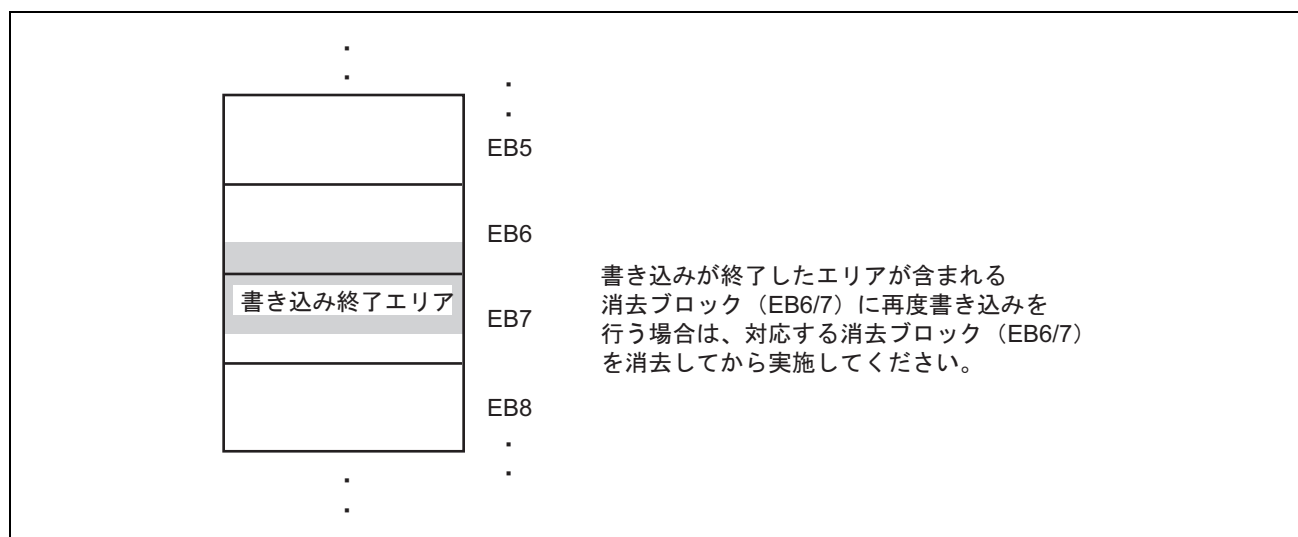

図 22.9 書き込みが終了したエリアが含まれる消去ブロック例
4. 「書き込み準備通知」を受信すると、書き込みデータ待ち状態に遷移します。書き込みコマンド送信後、書き込み先の先頭アドレス、書き込みデータを送信してください。書き込み終了後、書き込み先の先頭アドレスをH'FFFFFFFに設定して送信してください。これにより書き込みデータ待ち状態から、書き込み/消去コマンド待ち状態に戻ります。いったん、書き込み終了コマンドを発行した、書き込み終了エリアが含まれる消去ブロック内に、再度書き込みを行う場合、対応する消去ブロックを消去してから実施してください。図22.9に書き込みが終了したエリアが含まれる消去ブロックの例を示します。「消去準備通知」を受信すると、消去ブロックデータ待ち状態に遷移します。消去コマンド送信後、消去ブロック番号を送信してください。消去終了後、消去ブロック番号をH'FFに設定して送信してください。これにより消去ブロックデータ待ち状態から、書き込み/消去コマンド待ち状態に戻ります。なお、消去の実行は、ブートモードでいったん書き込んだ後に、リセットスタートせずに特定のブロックのみを書き換えるときに使用してください。1回の操作で書き込みができる場合は、書き込み/消去コマンド、それ以外のコマンド待ち状態の遷移前に全ブロックの消去が行われていますので本消去操作は必要ありません。書き込み/消去コマンド以外に、ユーザマット/ユーザブートマットのサムチェック、ブランクチェック（消去チェック）、メモリリード、および現在のステータス情報取得のコマンドがあります。